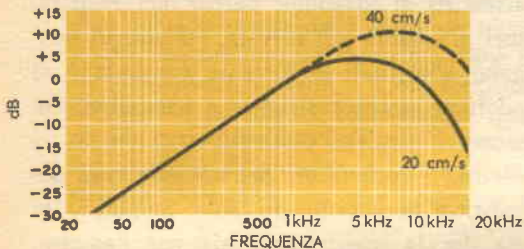

Fig. 2 - Curva di registrazione non equalizzata di una testina di qualità elevata.
**Equalizzazione della registrazione** - Un registratore magnetico non equalizzato dà una risposta che sale costantemente in ragione di 6 dB per ottava fino a raggiungere un massimo ad una frequenza compresa tra 2500 Hz e 10.000 Hz, a seconda del tipo di testina e della velocità di scorrimento del nastro; oltre a questa frequenza particolare vi è una rapida caduta dovuta alle perdite nella testina. La *fig. 2* dà appunto la curva di registrazione non equalizzata di una testina di elevata qualità, funzionante ad una velocità di 40 cm e 20 cm al secondo.
ficabili. Per ottenere una parziale compensazione della caduta sulle frequenze più elevate, durante la registrazione vengono usati semplici circuiti RC sia negli accoppiamenti interstadio sia nei circuiti di reazione. Se il registratore viene usato a due o più velocità, anche la compensazione dovrà essere variata; normalmente si effettua una compensazione più energica sulle velocità di avanzamento più basse. Si nota, dalla curva di *fig. 2*, che la risposta a 30 Hz è di 30 dB inferiore al responso a 1000 Hz. Siccome una compensazione di 30 dB durante l'esecuzione comporterebbe seri problemi per quanto riguarda il ronzio, si preferisce compiere una leggera esaltazione delle frequenze più basse nel processo di registrazione: si semplifica notevolmente il problema dell'equalizzazione durante la riproduzione. Per avere le migliori prestazioni, la curva equalizzata di registrazione dovrà essere del tipo che si vede in *fig. 3*: si nota una sensibile compensazione ad entrambi gli estremi della banda di frequenze. I registratori più elaborati effettuano una esaltazione delle frequenze sia all'estremo alto sia a quello basso della gamma ma, allo scopo di eliminare il ronzio, i registratori di tipo comune normalmente non includono compensazione all'estremo basso della gamma.
**Fig. 2 - Un connettore a T del tipo illustrato, inserito in una linea di trasmissione in cavo coassiale, fornisce un conveniente attacco per l'inserzione dell'adattatore in cortocircuito.**
Per collegare l'adattatore alle linee di trasmissione in cavo coassiale usate un connettore a T del tipo illustrato in fig. 2, quindi attaccate un connettore coassiale maschio allo stub in modo che esso possa venir facilmente collegato al connettore a
**Aggiunta di un BFO** - Per ricezioni in codice, può essere aggiunto all'apparecchio un oscillatore BFO ad una sola valvola (*fig. 2*).